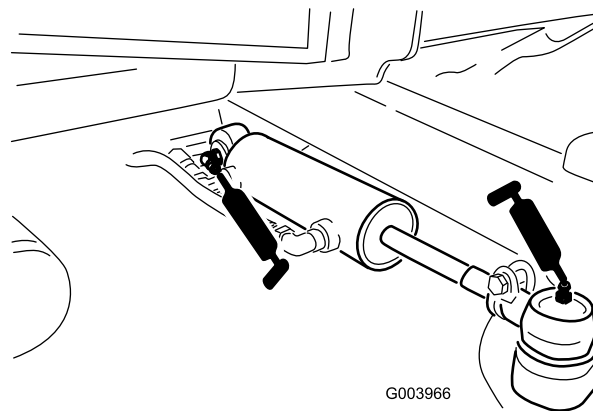

図 53
- ステアリングシリンダのボールジョイント 2ヶ所 図 53